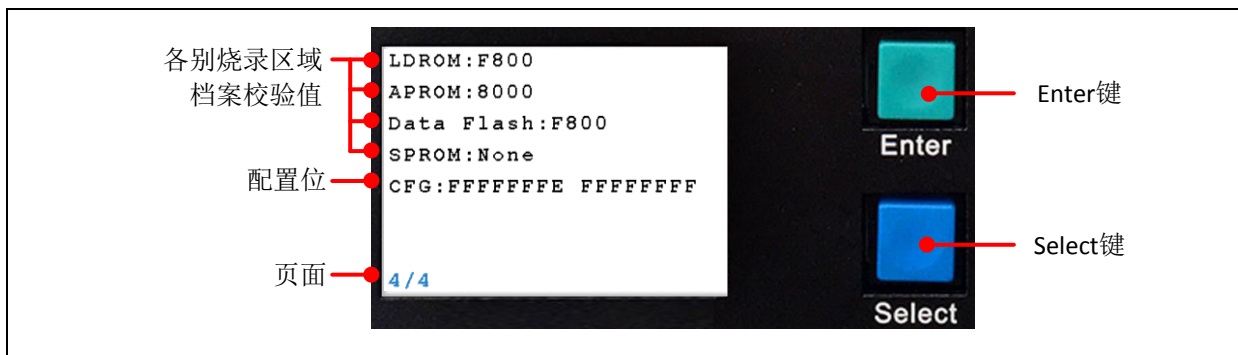

Figure 3-10 第四页-个别烧录单元信息
- 页面4: 显示选取的烧录单元的信息, 包含各别烧录区域的档案校验值, 与配置位, 如Figure 3-10。此页面信息与ICP Programming Tool的档案校验值、配置位一致。使用Enter键进入页面1/4。